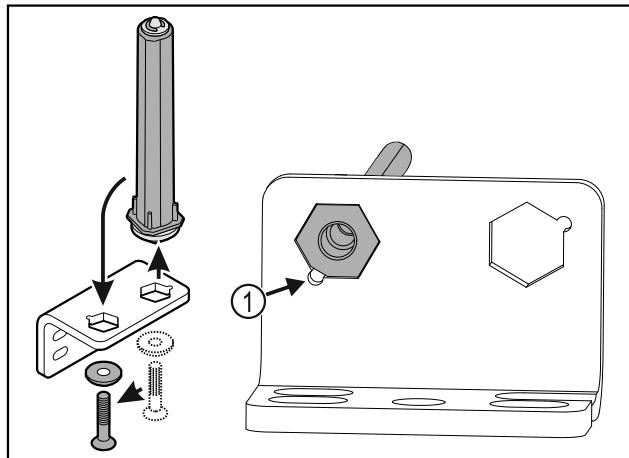

Fig. 30
- Dbajte na to, aby pri nasadzovaní ukazoval úkos čapu Fig. 30 (1) k okrúhlemu otvoru.